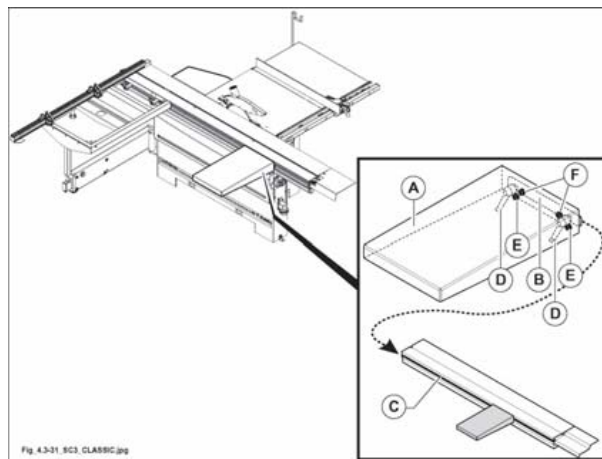

Fig. 4.3-31
- 1) Montare il pianetto (A fig. 4.3-31) inserendo il lardone (B fig. 4.3-31) nella scanalatura del vagone (C fig. 4.3-31).
- 2) Serrare le leve (D fig. 4.3-31).
- 3) Il piano è già registrato; per ulteriori regolazioni agire sui grani (E fig. 4.3-31) (livellamento) e sulle viti (F fig. 4.3-31) (posizionamento in altezza).